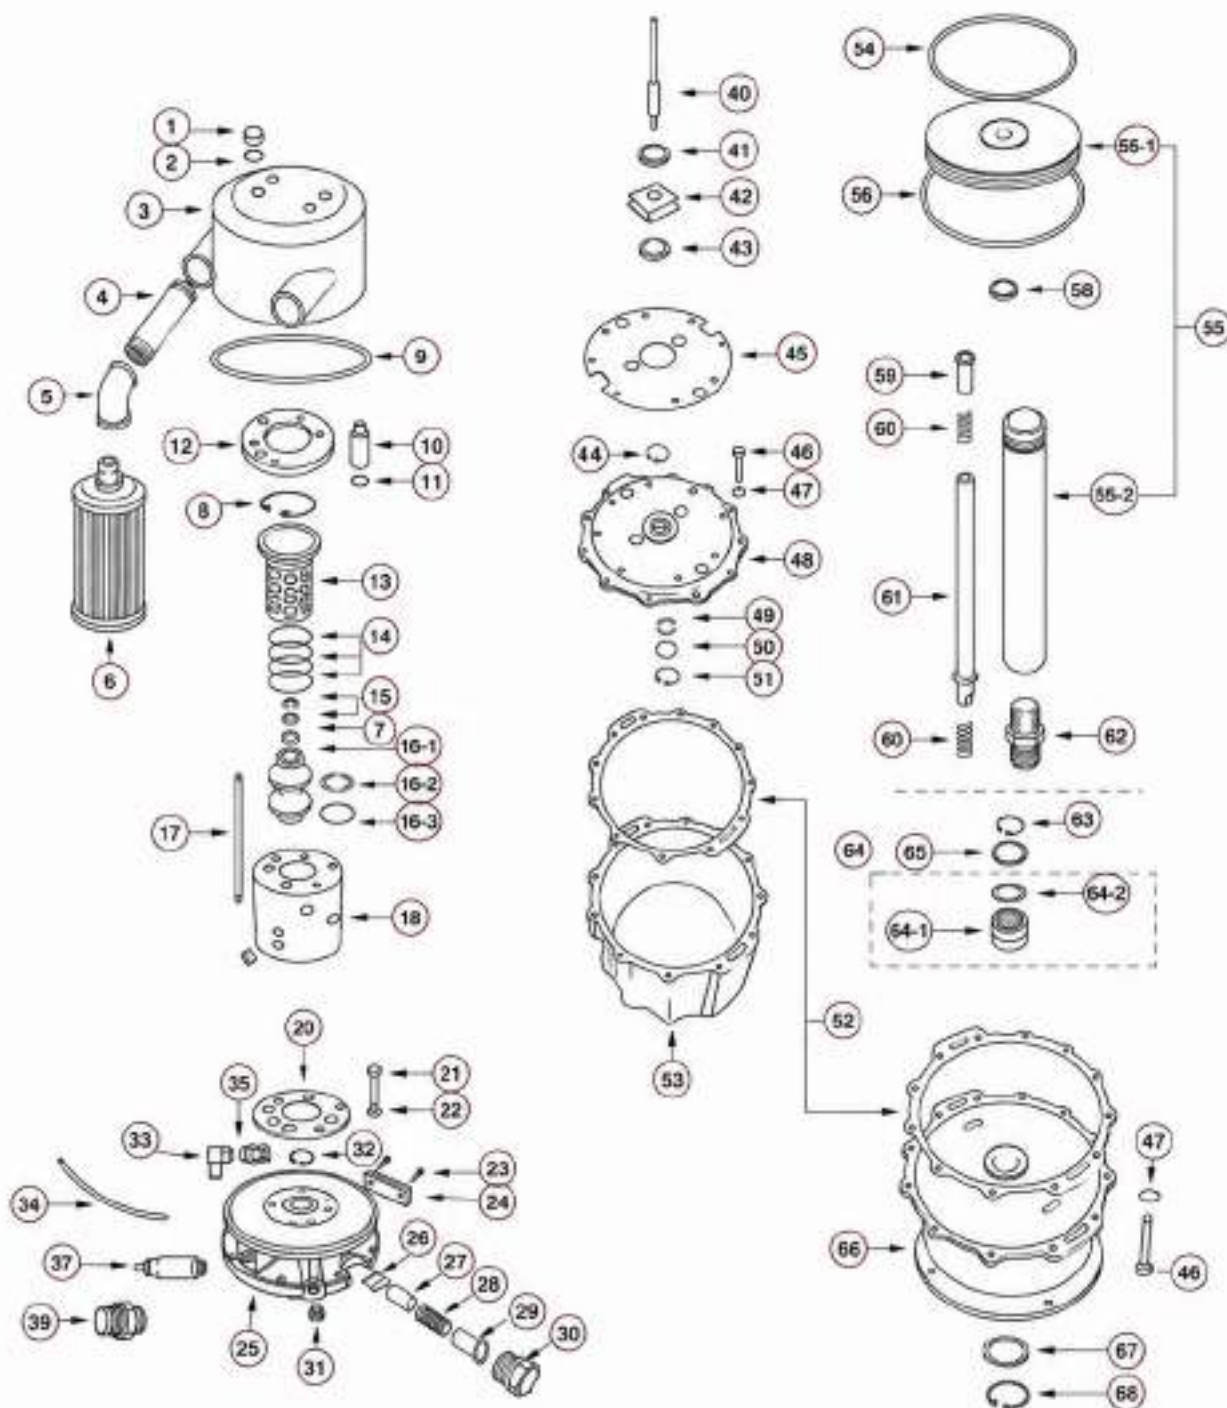

Рисунок 6
Если направляющая(ие) пружина(ы) (P) снята(ы) или настройка не точна, или если какая-либо часть тяги повреждена, необходимо заменить весь узел тяги (42). См. рис. 6